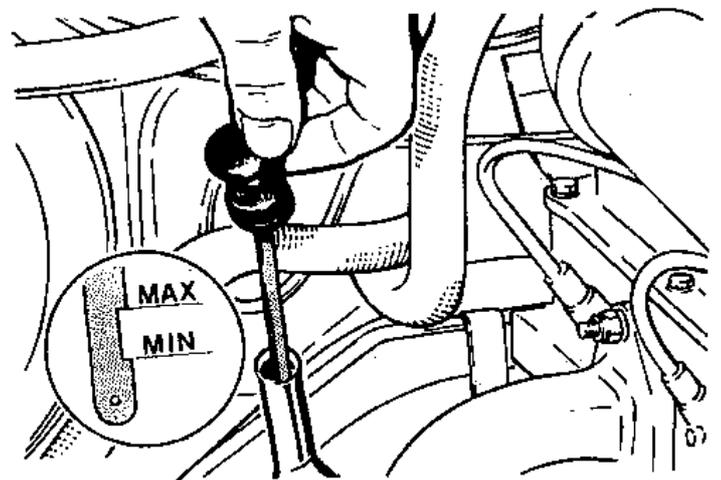

Рис. 6.29. Масломерный щуп автоматической трансмиссии последних выпусков (Разд. 9)
6. Автоматические трансмиссии, выпущенные после мая 1979 г., имеют увеличенный объем трансмиссионной жидкости и модернизированный масломерный щуп (Рис. 6.29). Процедура проверки уровня жидкости также изменена и производится следующим образом:
онной жидкости и модернизированный масломерный щуп (Рис. 6.29). Процедура проверки уровня жидкости также изменена и производится следующим образом: